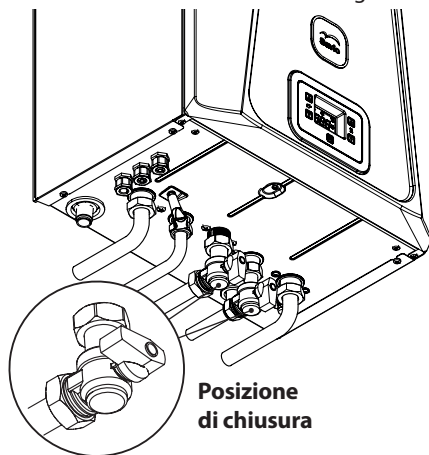

Figura 2.14
- Chiudete i rubinetti della caldaia Figura 2.14;